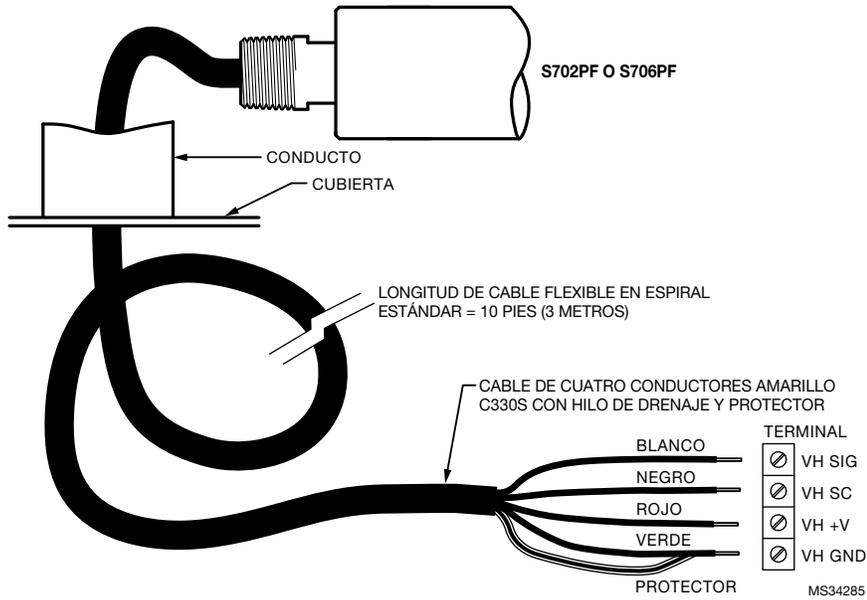
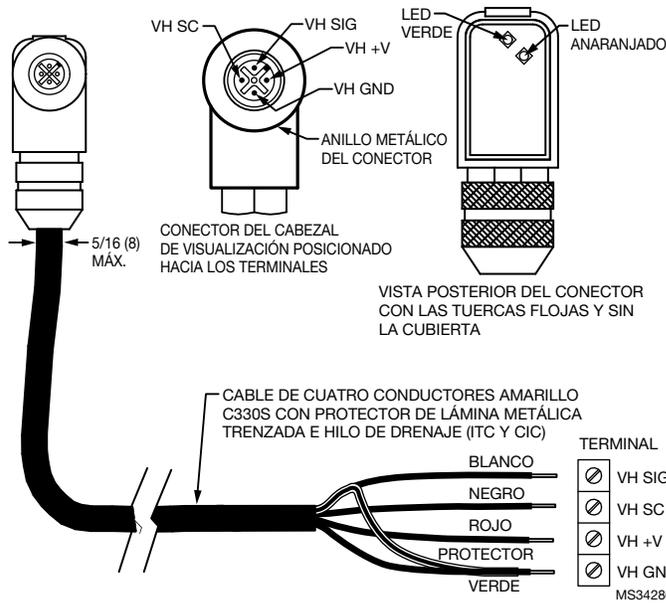

Fig. 3. Cable del cabezal de visualización modelo 700 con acople NPT de 1/2 in.
Fig. 4. Conexiones de cables del cabezal de visualización modelo 700/800.
Los conectores y cables se muestran en la Fig. 3, la Fig. 4 y la Fig. 5. La Fig. 3 muestra el cable del cabezal de visualización con acople de tubería NPT de 1/2 in. y cable flexible en espiral para utilizar en un conducto. El modelo PF viene con un cable C330S de Honeywell de 10 pies. Se recomienda utilizar este cable para todas las instalaciones nuevas. Cuenta con clasificaciones ITC y CIC para áreas peligrosas. La Fig. 4 y la Fig. 5 muestran el cable C330S utilizado con el conector para cableado en campo en ángulo recto. Consulte la sección "Accesorios" on page 11 para obtener detalles sobre los números de pieza.
- a. Los cables y los LED deben ubicarse en los sitios correspondientes, como se muestra en la Fig. 4.